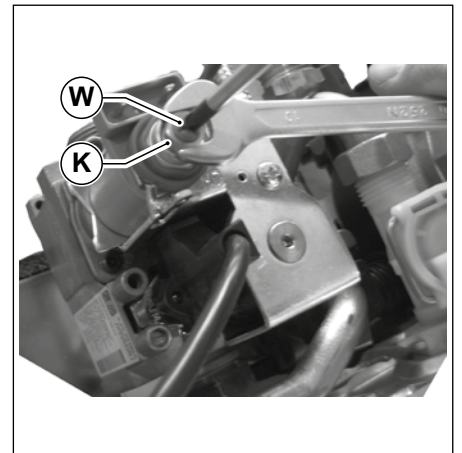

Рис. 41 Регулювання газового клапану
- Обертаючи гайку ПО ГОДИННИКОВІЙ СТРІЛЦІ **К** (дивись Рис. 41 Регулювання газового клапану) збільшується тиск на форсунках; обертаючи її ПРОТИ ГОДИННИКОВІЙ СТРІЛЦІ, зменшуючи тиск.
- Утримуючи гайку **К** у фіксованому положенні, за допомогою ключа на 10 мм, обертати гвинт **W** ПО ГОДИННИКОВІЙ СТРІЛЦІ, для збільшення тиску; ПРОТИ ГОДИННИКОВІЙ СТРІЛЦІ, для зменшення тиску (дивись Рис. 41 Регулювання газового клапану).